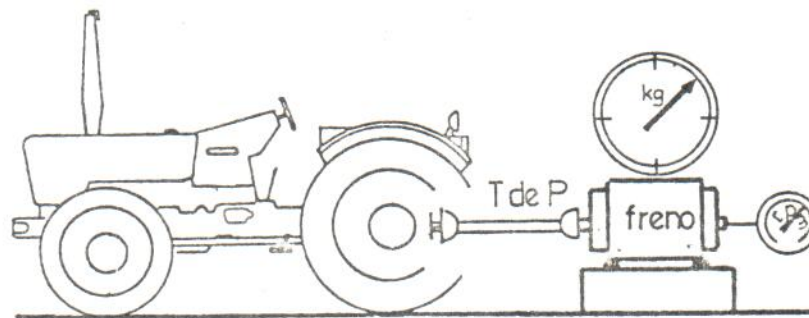

figura 7. Esquema del acople al freno dinamométrico en en eje TDF (ensayo estático).
2. Potencia en la Toma de Fuerza. Es la potencia medida con un dinamómetro en el eje de la toma de fuerza (TDF), tal como se indica en la figura 7. Es una función del par (torque motor) y las revoluciones por minuto del tractor.